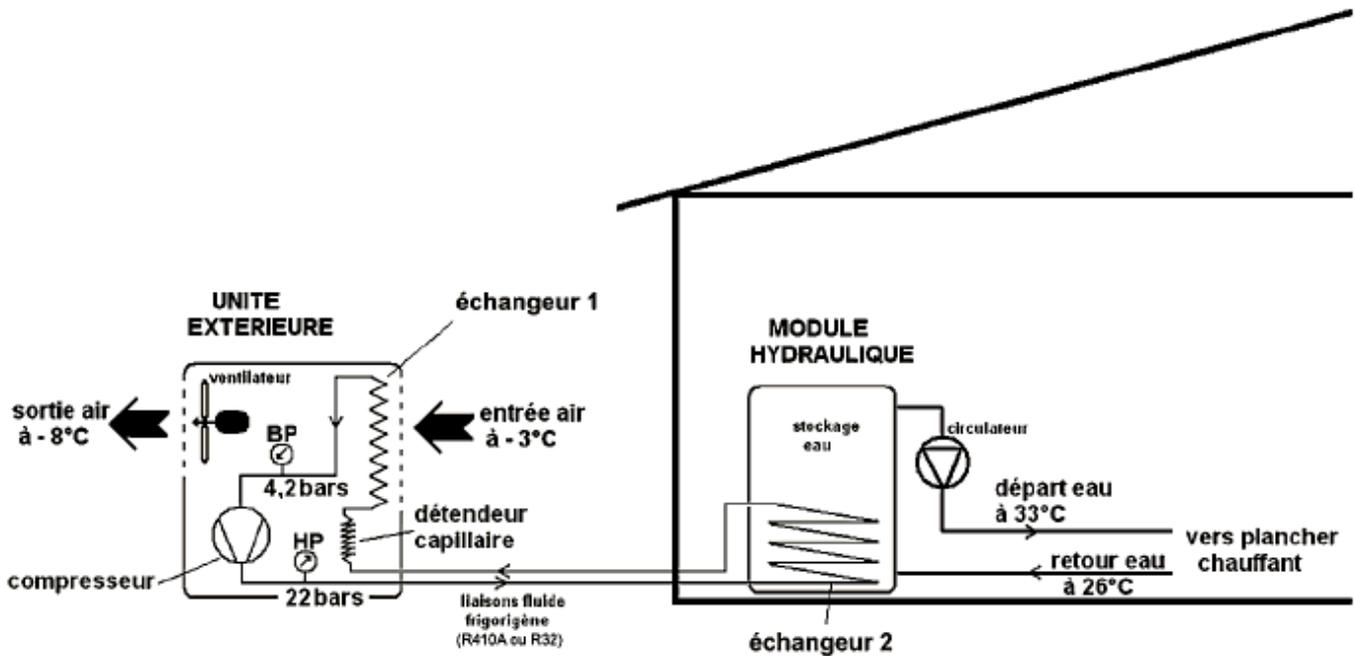

FIGURE D10.8
Le schéma de principe d'une telle installation est présenté Figure D10.8.
- /3 6 À l'aide de la figure D10.8, identifier la source chaude et la source froide, ainsi que le système mécanique qui échange un travail avec le fluide de la pompe à chaleur.
Sur la Figure D10.8 figurent les deux échangeurs (échangeur 1 et 2) de la pompe à chaleur : l'un est le condenseur, l'autre est l'évaporateur.
- /3 [7] Au contact de quelle source doit être mis le condenseur ? Identifier l'échangeur concerné présent sur la Figure D10.8 en justifiant la réponse.
- /3 [8] Au contact de quelle source doit être mis l'évaporateur ? Identifier l'échangeur concerné présent sur la Figure D10.8 en justifiant la réponse.